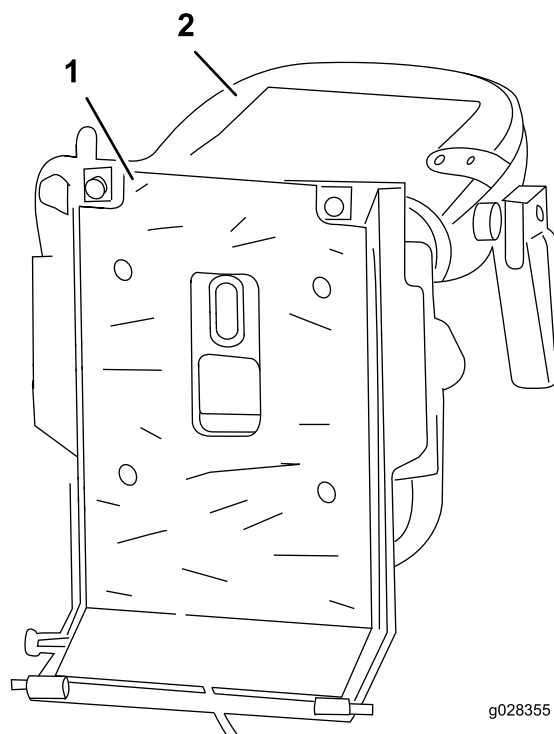

Figura 6
9. Rimuovete la pellicola e applicate lo schermo termico autoadesivo sul fondo della piastra di montaggio del sedile (Figura 6).